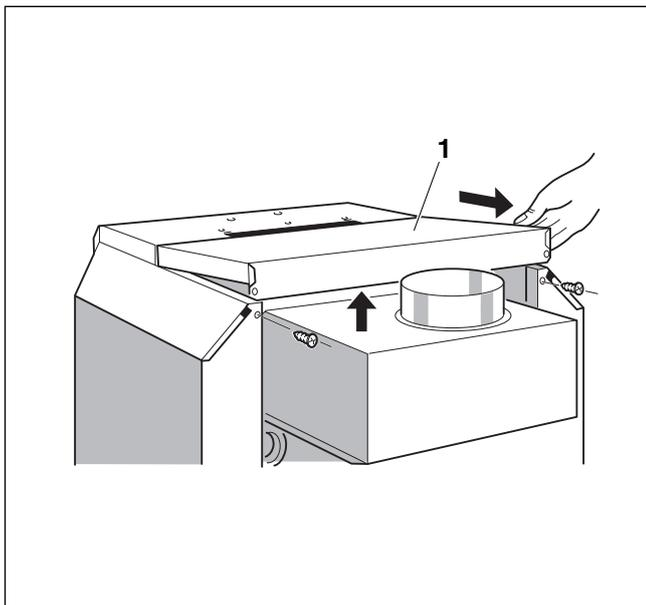

Рис. 9 Снятие задней крышки котла
- ▶ Выкрутить оба крепежных винта задней крышки котла (→ рис. 9, [1]). Приподнять заднюю крышку и снять ее, подав назад (→ рис. 9).